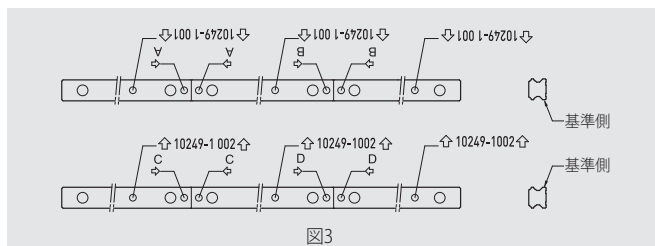

図3
4. レール接続の場合：リニアガイドウェイの精度を確保のために、接続の場合はレール上で表示した順番で取付けてください。接続記号は端面の上にマークしていますので、同じ記号のレールを接続してください(図3参照)。2本ペアの場合、左右2本のレールの接続位置できるだけずらしてください。接続部位の差による精度変化を防ぐためです(図4参照)。